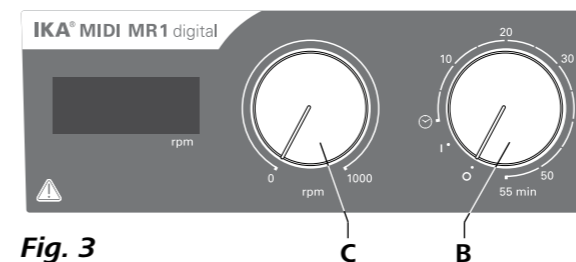

Fig. 3
- ☞ Lai ieslēgtu ierīci, pagrieziet grozāmo pogu "**Ieslēgt/izslēgt**" un "**Taimeris**" (**B**, skatiet **Fig. 3**) pulksteņa rādītāja virzienā pozīcijā "**1**".
- ☞ Iestatiet motora apgriezienu skaitu, izmantojot regulatora pogu "**Apgriezienu skaits**" (**C**, skatiet **Fig. 3**). Ierīcei **MIDI MR 1 digital** motora apgriezienu skaitu var iestatīt no 0 līdz 1000 rpm, savukārt ierīcei **MAXI MR1 digital** — no 0 līdz 600 rpm.